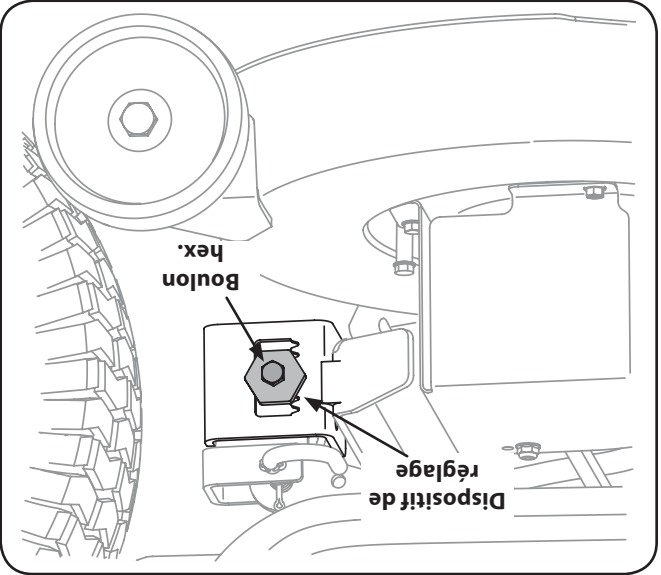

Figure 6-6
3. Desserrez, sans le retirer, le boulon hex. sur le crochet de support gauche du plateau de coupe. Voir la Figure 6-6.
4. Utilisez une clé pour relever ou abaisser le côté gauche du plateau de coupe en tournant la roulette de réglage. Voir la Figure 6-6.